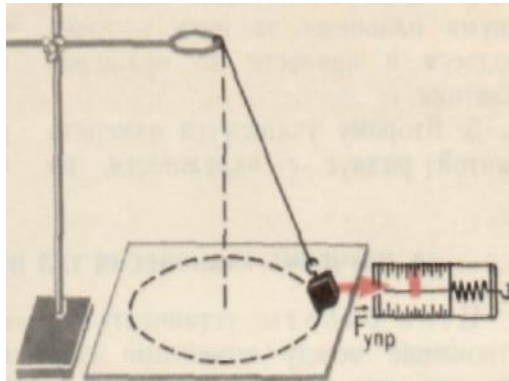

Рис.2
5. Рассчитайте среднее значение ускорения по формуле (1), учитывая, что с относительной погрешностью не более 0,015 можно считать $\pi^2 = 10$.
6. Измерьте модуль равнодействующей \vec{F} , уравновесив ее силой упругости пружины динамометра (см. рис. 2).
9. Построить график зависимости $F_{\text{тр}}$ (P) (рисунок 2).